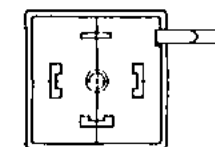

Figure 2: Rotation de la plaque de raccordement
- Soulever prudemment la plaque de raccordement avec la lame d'un tournevis et faire levier (figure 2).